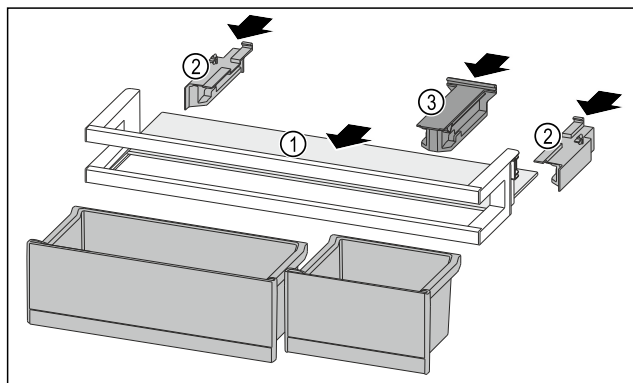

Fig. 140
- Insérer la tablette de rangement Fig. 140 (1) dans les évidements latéraux.
- Installer les parties latérales Fig. 140 (2).
- Installer la pièce de retenue Fig. 140 (3).